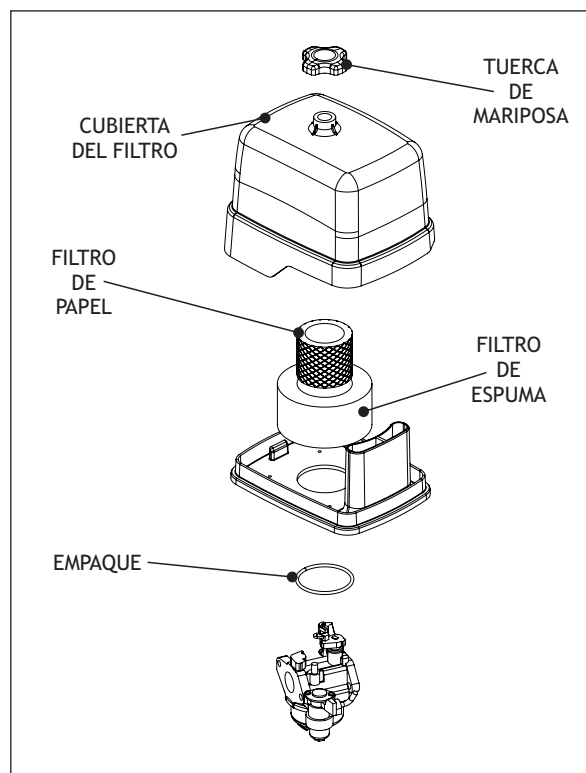

Fig 10. Calibración de la bujía
1. Retire la cubierta del filtro de aire y el filtro de espuma como se muestra en la Fig 10.